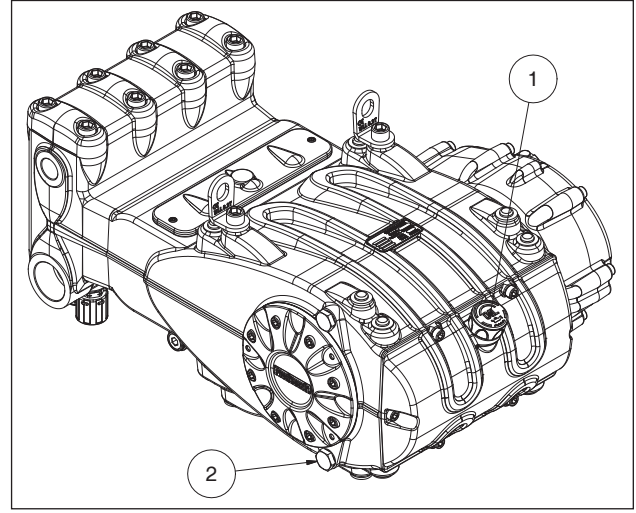

Fig. 3
Üzerinde minimum ve maksimum seviye işaretleri olan yağ seviyesi ölçüm çubuklu tıpayı kullanarak yağ seviyesini kontrol edin, bkz. ①, Fig. 3. Gerekirse ekleme yaparak seviyeyi düzeltin.
Yağ, pompa çalışma sıcaklığında iken, tıpa (poz. ②, Fig. 3) çıkartılarak değiştirilmelidir.
Yağ tahliye tıpasının içine (poz. ②, Fig. 3) takmak için bir sıcaklık probu kullanın. Bkz. "ATEX PATLAMA KORUMASI" kılavuzu.